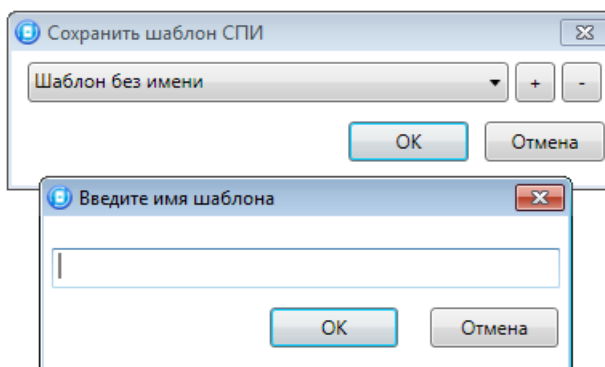

Рисунок 13.3 — Сохранение шаблона
- *Сохранить шаблон настроек:* открытие окна *Сохранить шаблон СПИ* (см. рисунок 13.3), с помощью которого может быть сохранена конфигурация УОО контроллера в качестве шаблона.